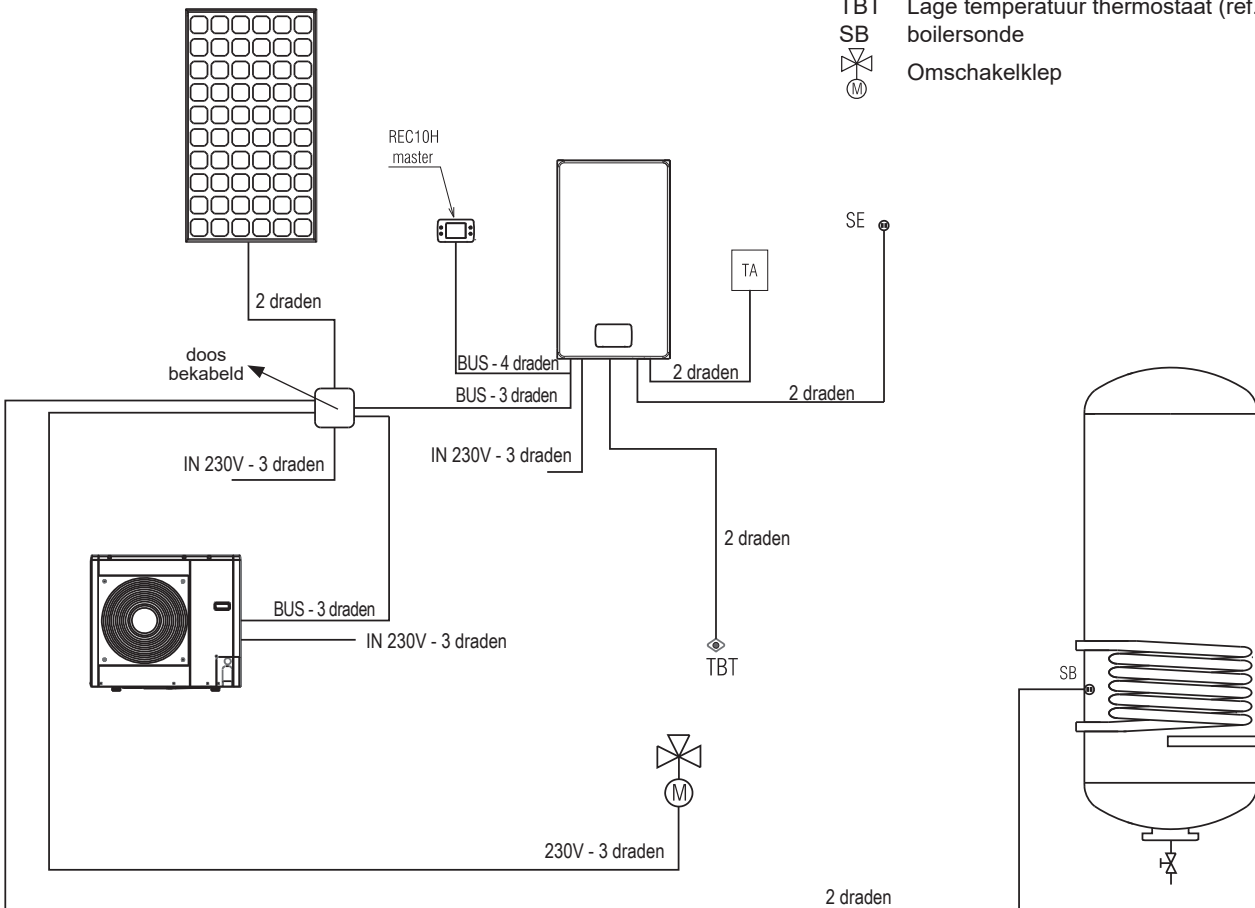

fig. 4
- Aansluiten op de 5-pins connector **X2** en de meegeleverde sondekabel nadat hij in de **doorvoeropening 3** zie het aansluitschema (fig. 4).
- sluit de 2 draden die van de PV komen (spanningsvrij contact) aan op de 5-polige connector **X2** zoals aangegeven in het bedradingsschema (fig. 4) nadat deze in de **doorvoeropening 4** is gestoken.
⚠ Voor aansluitingen zie het aansluitschema (fig. 4).
- Sluit de **BUS-kabels** (Lmax = 30m) van de systeemcommunicatie aan op de **6-polige X4** connector op de BE17 printplaat zoals aangegeven in het aansluitschema nadat u ze in de wartel 1 heeft gestoken (fig. 4).
- Sluit de meegeleverde aansluitkabel van het mengventiel aan op de 5-polige connector **X1** nadat deze in de **doorvoeropening 2** is gestoken (fig. 4).